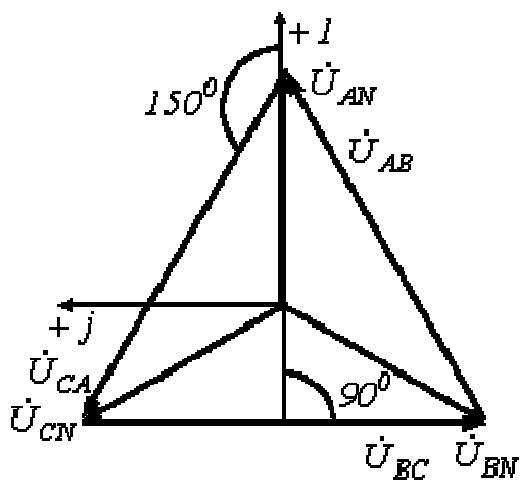

Рис. 7
На рис. 7 представлена векторная диаграмма для симметричной системы напряжений. Как показывает ее анализ (лучи фазных напряжений образуют стороны равнобедренных треугольников с углами при основании, равными 30°), в этом случае
(при обратном чередовании фаз фазовые сдвиги у \dot{U}_{BN} и \dot{U}_{CN} меняются местами). С учетом этого на основании соотношений (1) ... (3) могут быть определены комплексы линейных напряжений. Однако при симметрии напряжений эти величины легко определяются непосредственно из векторной диаграммы на рис. 7. Направляя вещественную ось системы координат по вектору \dot{U}_{AN} (его начальная фаза равна нулю), отсчитываем фазовые сдвиги линейных напряжений по отношению к этой оси, а их модули определяем в соответствии с (4). Так